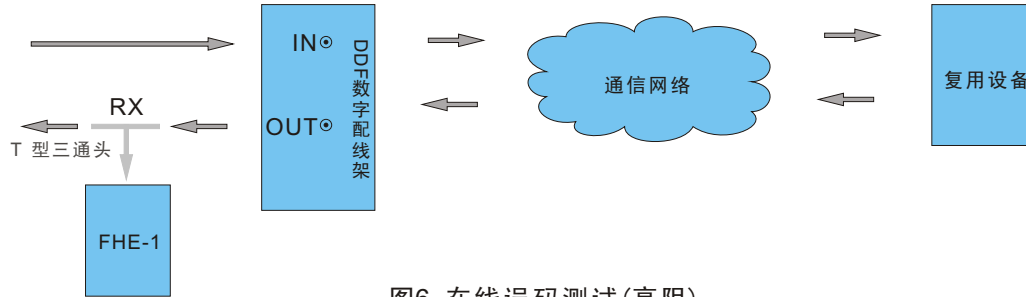

图6 在线误码测试(高阻)
(2)如果在DDF数字配线架上无三通接头，也可用FHE-1线路测试仪进行在线测试，仪表测试连接如图6：
此时，FHE-1的测试模式选择为“高阻状态”，此时仪表的接收端被置为高阻状态( $>2K\Omega$ )，根据线路信号的形式选择无帧、PCM30、PCM30CRC、PCM31、PCM31CRC等帧结构，并选择误码监测功能。仪表测试连接如图6。